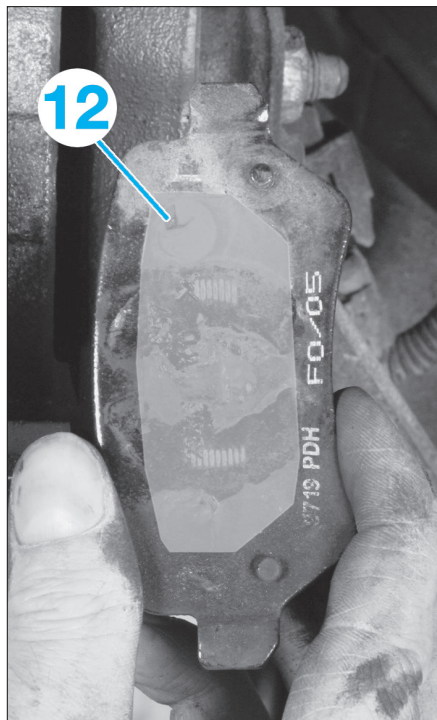

FIG. 17
- Coller le film adhésif (12) double faces spécial fourni avec le kit sur les plaquettes de frein (fig. 17) sans retirer le film de protection au dos.
- Reposer les agrafes (8) de guidage des plaquettes enduites d'une légère couche de graisse spéciale.